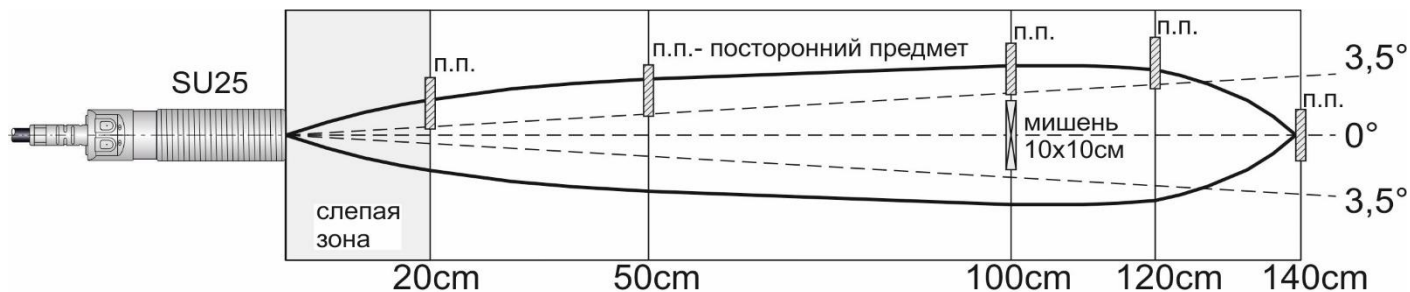

Рис.2
7.10 Полный угол пучка ультразвуковых колебаний датчика составляет 7° . Объект воздействия должен располагаться параллельно чувствительной поверхности датчика. При угле наклона объекта воздействия более $\pm 3,5^\circ$, максимальная граница зоны чувствительности уменьшается. На рис.2 представлена область взаимодействия ультразвуковых колебаний датчика на объект воздействия. Во избежание ложных срабатываний, в этой области, а также перед объектом воздействия не должны находиться посторонние предметы. Допускается наличие посторонних предметов за объектом воздействия.